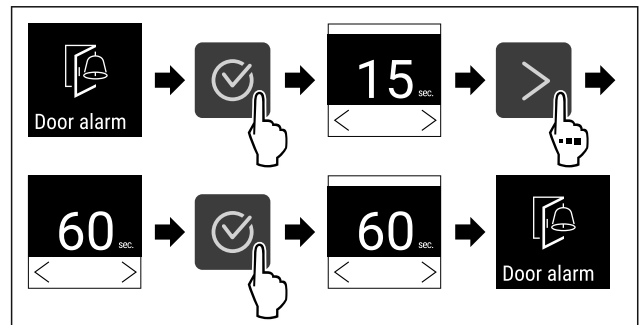

Fig. 95
- ▶ Vykonajte kroky akcie (pozri Fig. 95) .